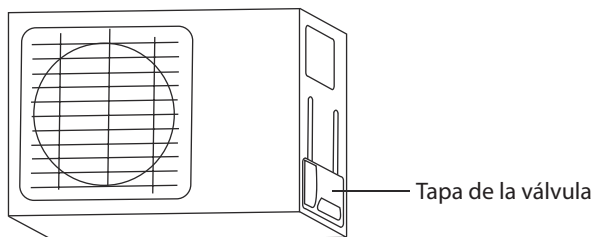

Fig. 5.9
- 1 Desatornillar la tapa de la válvula lleno en el lado de la unidad exterior. (Ver Fig. 5.9)